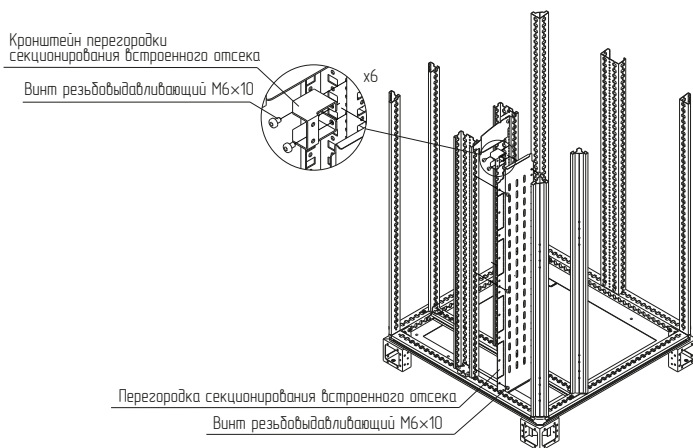

Рисунок 2
4.1.2 Приложить перегородку секционирования встроенного отсека к стойкам, отметить место крепления кронштейнов перегородки секционирования встроенного отсека на стойке дополнительной вертикальной (рисунок 2). Для крепления использовать винты M6×10. Момент затяжки – 7 Н·м.
4.1.3 Установить перегородку секционирования встроенного отсека на кронштейнах перегородки секционирования встроенного отсека и стойке дополнительной вертикальной, и закрепить винтами M6×10 (рисунок 2). Момент затяжки – 7 Н·м.